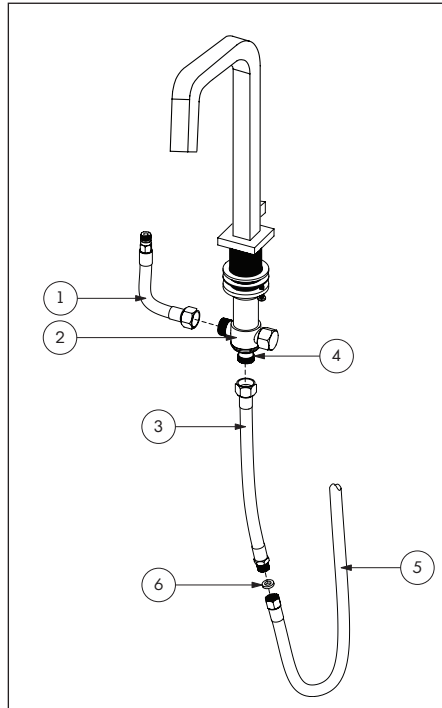

Fig.5
Screw the spout hose (1) to the "T" joint of the faucet base (2). Screw the hose extension of the handshower (3) at the base of the faucet (4). Place the washer (6), then connect the hose extension (3) to the handshower hose (5). Fig. 5.
Visser le buyau de bec (1) au "T" joint de la base du robinet (2). Visser l'extension du boyau de la douchette (3) à la base du robinet (4). Placer la rondelle (6), ensuite connecter l'extension du boyau (3) sur le buyau de la douchette (5). Fig. 5.